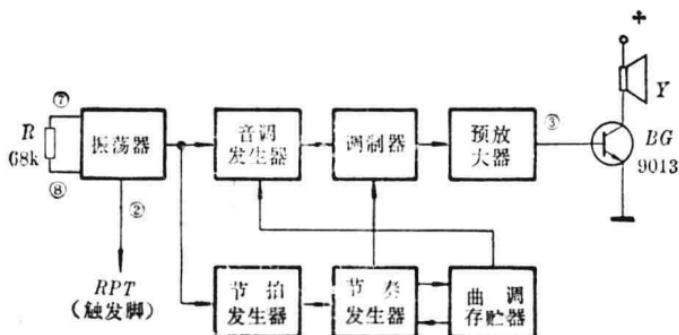

图 1-2
KD-9300 集成块内部结构方框图如图 1-2。振荡器外接一个电阻  $R$ ，当 ② 脚受到一个正信号触发，振荡器即起振。当  $R=68\text{ K}\Omega$  时，振荡频率为 100 千赫。曲调存贮器可存贮 64 个 7 位的代码，其中 4 位用来控制音调发生器，另外 3 位用来控制节奏发生器。音调发生器是一个已编好程序的分配器，根据曲调存贮器编码的不同频率进行分配。音调的频率范围包括两个 8 度音。节奏发生器包括 8 种音符和相应的休止符。调制器、节拍控制器和预放大器这三部分，内有一个只读存贮器和 4 个不同的电流源。内部的只读存贮器为关闭和接通 4 个不同的电流源提供一组顺序编码，其输出用来驱动外接功放三极管推动扬声器。